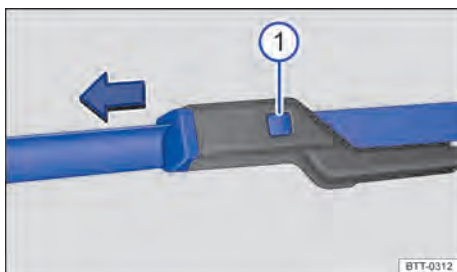

Fig. 156 Substituir as palhetas dos limpadores do para-brisa.
- Manter a tecla de destravamento → Fig. 156 ❶ pressionada e, ao mesmo tempo, retirar a palheta do limpador do para-brisa no sentido da seta.